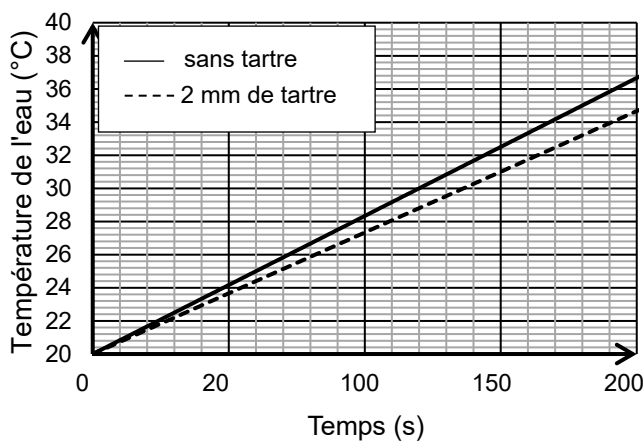

Figure 4. Simulation de la température de l'eau pendant le chauffage
La modélisation est réalisée en considérant un brassage efficace de l'eau. Les résultats de cette modélisation sont donnés en figures 4 et 5 ci-dessous.
**Q19.** En utilisant les figures 4 et 5, déterminer la durée nécessaire au chauffage de l'eau dans le cas où il n'y a pas de tartre sur le thermoplongeur et en déduire la température atteinte par le thermoplongeur à la fin du chauffage. Comparer à la valeur obtenue à la question **Q18**.
**Q20.** En utilisant la figure 4, montrer que la présence de tartre sur le thermoplongeur augmente la consommation énergétique d'environ 15 % lors du cycle de chauffage de l'eau, par rapport à une situation où le tartre est absent.